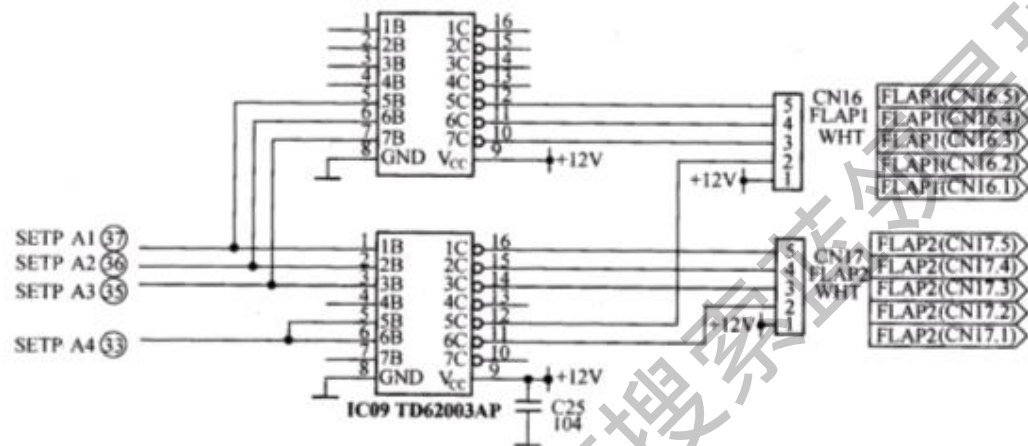

图2-10 步进电机控制电路原理图
步进电机控制电路原理如图 2-10 所示，在芯片控制电路中，芯片第 (33)、(35)、(36)、(37) 脚通过两块驱动芯片 TD62003AP 对步进电机进行控制，步进电机插座分别接到 CN16、CN17 上。驱动片 TD62003AP 是一个反相驱动器，能提高负载的输出，其输出电流为 10mA 左右，供给电压为 12V。